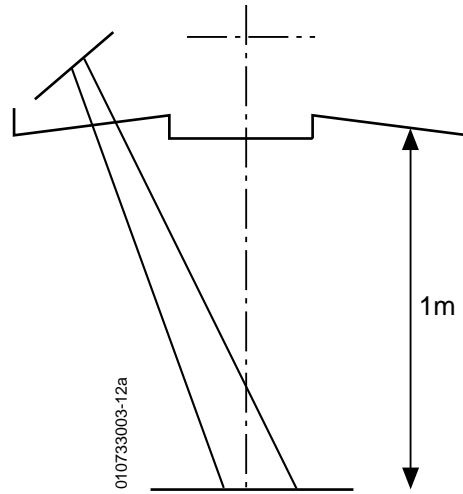

FIG. 1
- 1) Die zentrale Abdeckhaube entfernen (Abb.1).
- 6) Déterminer le centre de la plage à l'aide d'un fil à plomb et faire un repère (FIG. 1).